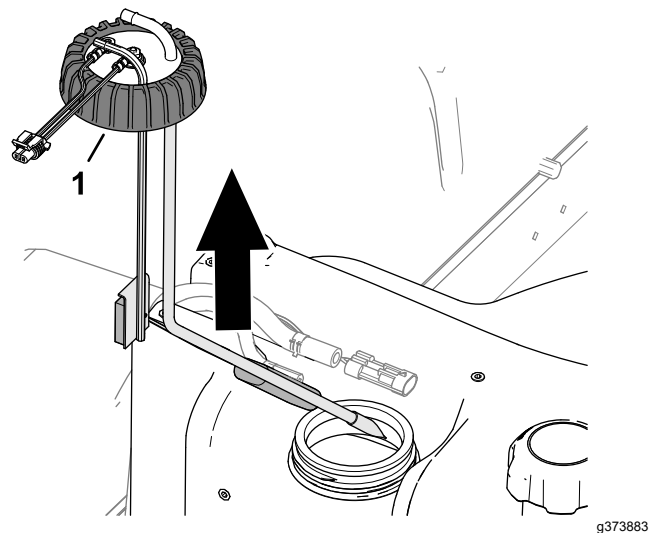

Figure 94
5. Desserrez le chapeau du transmetteur de niveau de carburant (Figure 94).